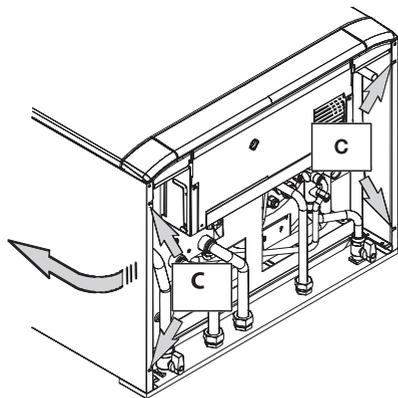

Рисунок 9.2
- Открутите винты «С» (Рисунок 9.2) и снимите две боковые панели, подтолкнув их вверх, чтобы высвободить из верхних крючков.